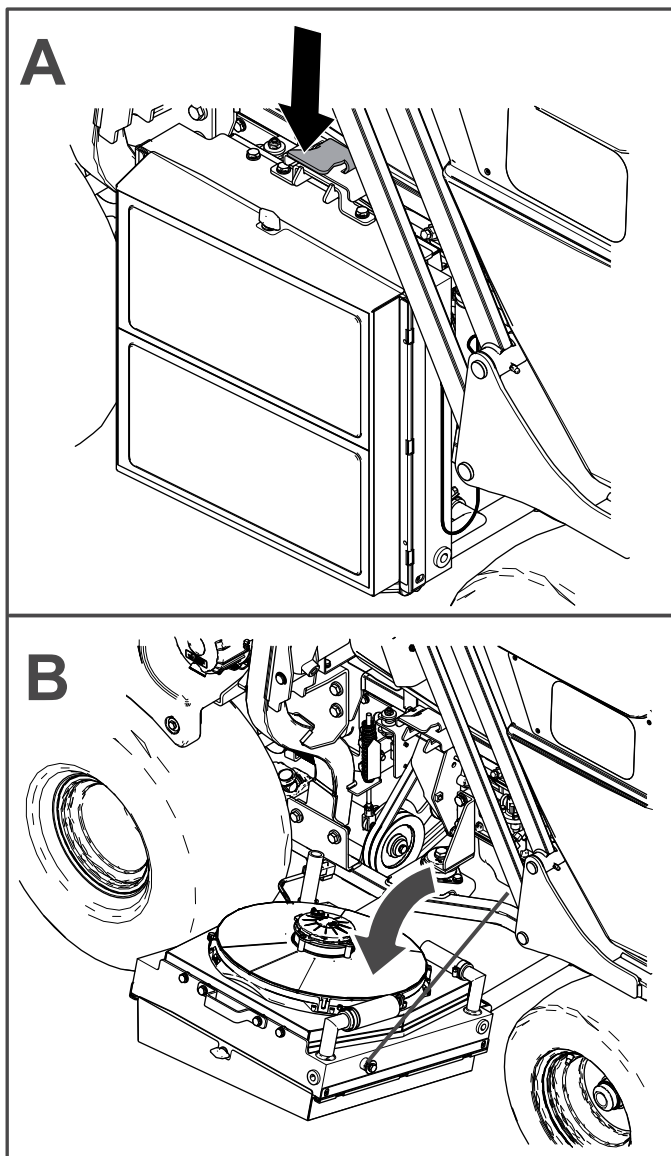

Figura 52
Presione hacia abajo el cierre y baje el radiador para acceder al motor (Figura 52).
1. Baje el radiador y compruebe el nivel de aceite del motor, tal y como se muestra en la Figura 52 y la Figura 56.